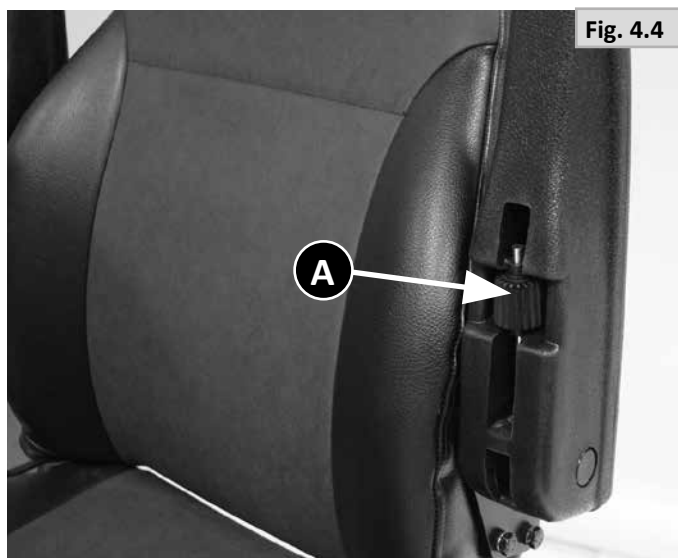

Fig. 4.4
4.4 Armlænets vinkel (Fig. 4.4)